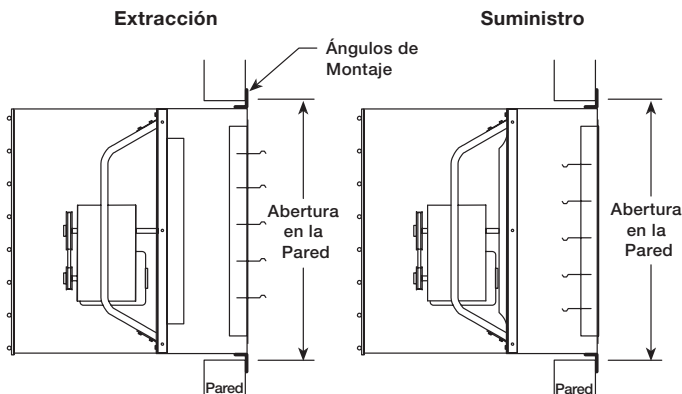

Figura 2
6. Conecte (4) ángulos de montaje a la carcasa del ventilador y al bastidor de la pared. Consulte la Figura 2.